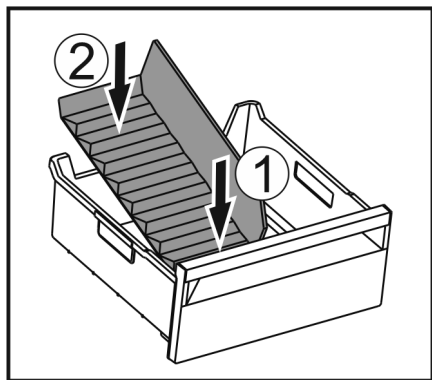

Fig. 148
- ▶ Vložte prednú časť oddelovača zásuvky na ľad. Fig. 148 (1)
- ▶ Spustíte zadnú časť oddelovača zásuvky na ľad až na dno zásuvky. Fig. 148 (2)